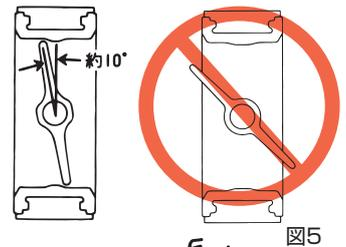

図5
(1) フランジ面は、バルブ面間より 5~10 mm程度広くとります。(図4) この余裕がないと、特にバタフライバルブを挿入するときに、ゴムシートに異常なねじり応力が発生したり損傷を受けたりして、外漏れの原因になります。また、バルブの弁体は全閉にせず、出荷時の状態(約10°開)のまま挿入してください。開けすぎてジスクがバルブの面間より飛び出した状態では挿入できませんし、ジスクを損傷することがあります。(図5)
(2) ウェハー形バルブの場合には、まず、フランジの下側半分にはボルトを差し込みバルブの落とし止めをします。つぎに、ガスケット面に損傷を与えないよう、充分注意をしながらバルブを挿入します。
(3) 片締めによる漏れを防ぐために、フランジ形・ウェハー形では、フランジボルトを“十文字手順”で反復しながら接合面に均一な面圧が発生するように締め付けてください。
(4) 鋳鉄バルブには、メタルプレーン又は、メタルうす巻ガスケットは使用しないでください。